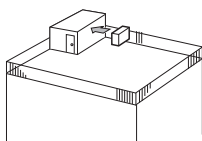

Fig. 2-2
- ① Поставете изхода за въздух към най-близката стена на разстояние 35 cm от стената. (Fig. 2-2)